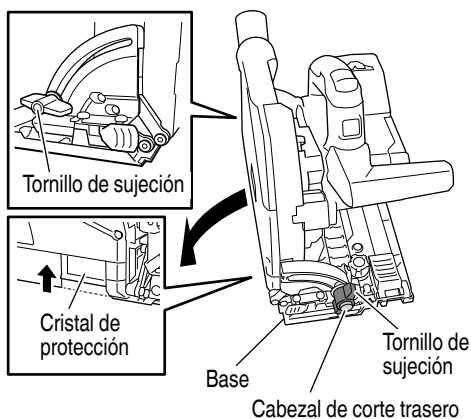

Fig. 18
**2. Colocación de la hoja de sierra en diagonal para realizar cortes en diagonal (Fig. 18)**